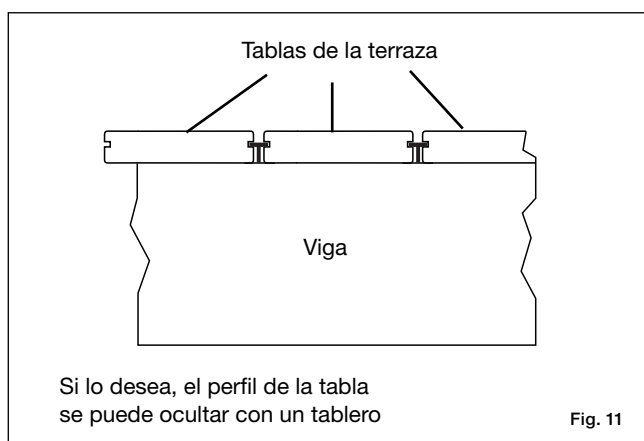

Fig. 11
Paso 2 Utilice dos sujetadores por tabla de la terraza en cada viga. Para las terrazas en la que dos tablas se encuentran extremo con extremo sobre una viga, deben usarse bloques adicionales para brindar un apoyo apropiado al extremo de la tabla (fig. 11). Siempre perfora previamente un agujero guía al realizar la fijación a menos de 3.8 cm (1-1/2 pulg.) de los extremos de las tablas, ya sea mediante tornillos para material compuesto o madera. No apriete demasiado los tornillos en los extremos de la tabla.